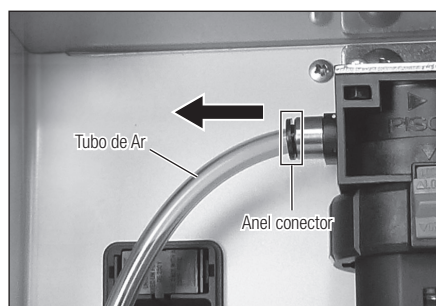

Fig. 31
- 2) Extraia o tubo de ar enquanto empurra o anel conector do filtro de ar (Fig. 31).